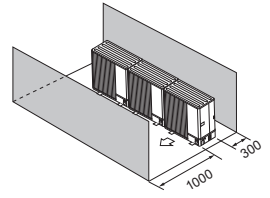

Abb. 2-15
- (4) Hindernisse oder unzugängliche Oberflächen nur auf Vorder- und Rückseite (Abb. 2-15)